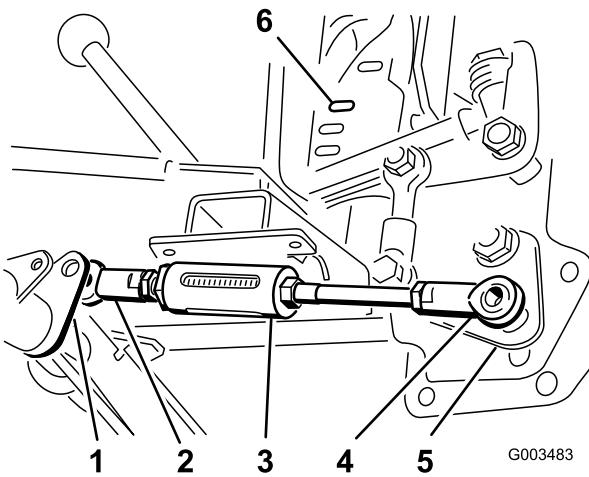

Figura 7
1. Posicione a junta esférica da extremidade curta do conjunto da barra ajustável à direita da alavanca da barra ajustável no tubo articulado (Figura 7).
3. Coloque a junta esférica na extremidade longa do conjunto da barra ajustável sobre o perno na parte inferior da pega de elevação e prenda-a, sem apertar, com uma porca de bloqueio ($\frac{1}{2}$ pol.) (Figura 7).